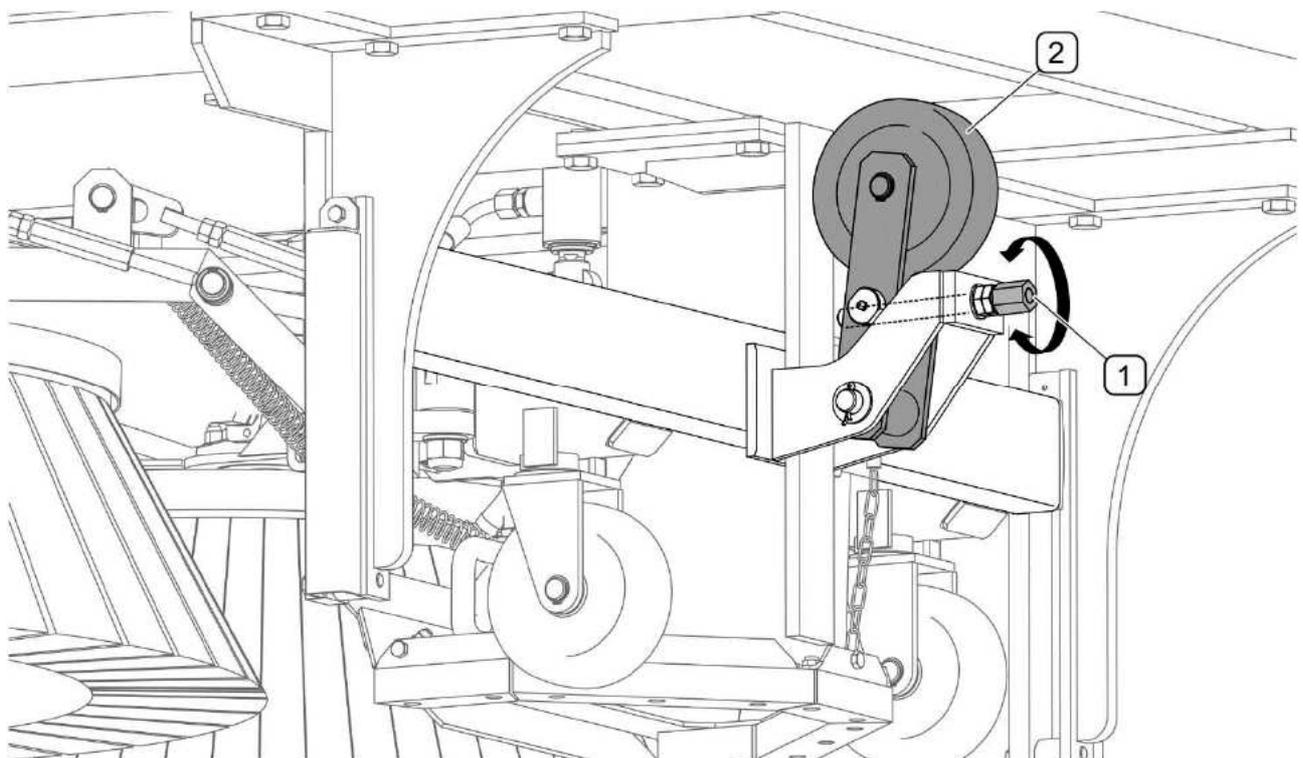

ABB. 5.6 Waagerechte Ausrichtung des Kehrsystems (Ansicht von vorne)
- 1) Waagerechte Ausrichtung des Kehrsystems (ABB. 5.6)
(1) - Einstellschraube; (2) - Stützrad
Zu Beginn muss das Kehrsystem waagrecht ausgerichtet werden (ABB. 5.6), indem das Stützrad (2) entsprechend eingestellt wird. Die Einstellung erfolgt durch das Herein- bzw. Herausschrauben der Einstellschraube (1).